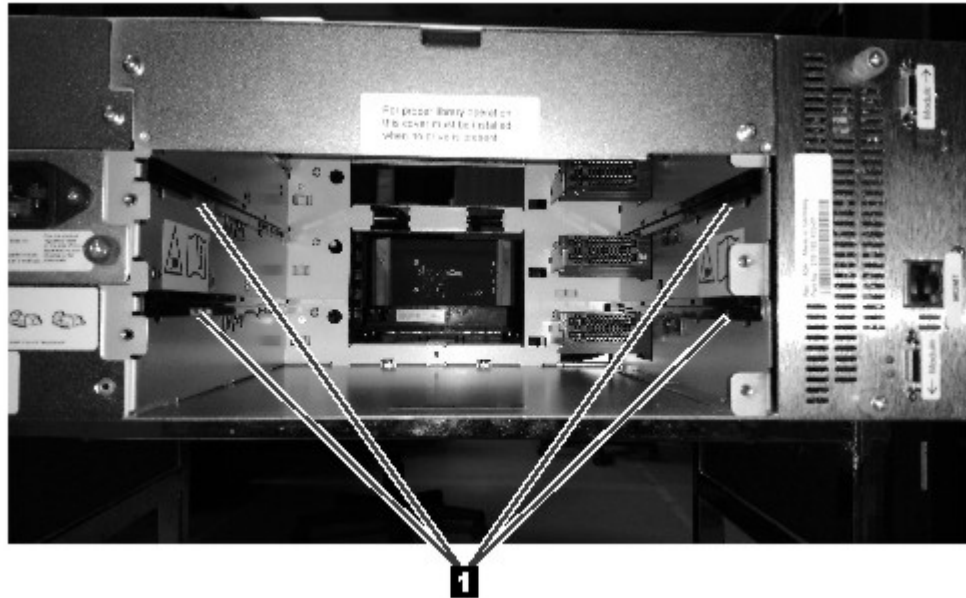

Abbildung 60. Ausrichtungsschienen
2. Richten Sie das neue Bandlaufwerk aus und setzen Sie es entlang der Ausrichtungsschienen (**1** in Abb. 60 auf Seite 120) in die Laufwerkposition ein. Stützen Sie dabei die Laufwerkbaugruppe unten mit der Hand ab. Das Bandlaufwerk muss mit der Rückwand des Speicherarchivs bündig sein.